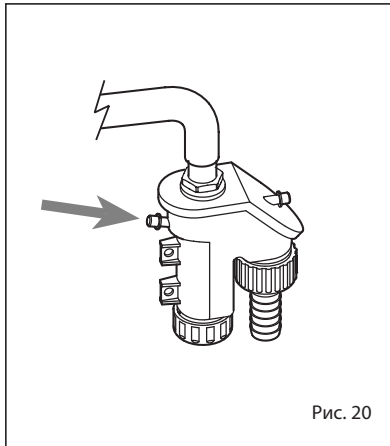

Рис. 20
4.5 ТЕХНИЧЕСКОЕ ОБСЛУЖИВАНИЕ (рис. 20)
Во время операций по техническому обслуживанию необходимо, чтобы уполномоченная сервисная служба проверила, что сифонный конденсатопровод наполнен водой (проверка необходима особенно, когда генератор не используется в течение долгого времени). Возможное наполнение выполняется через специальное отверстие (рис. 20).